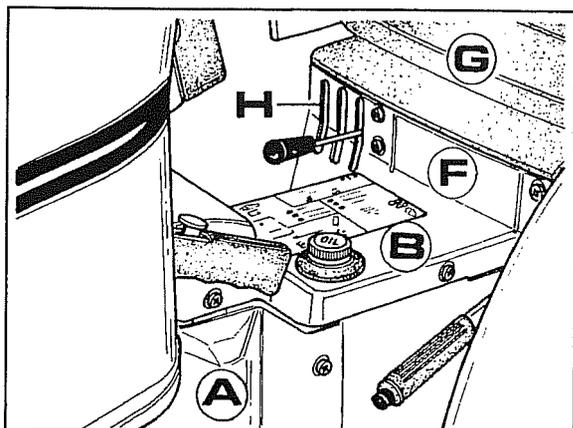

Fig. 1
- 1 Quitar el asiento **G**, la protección central **B**, el lateral **A** y el del lado opuesto y el travesaño **F** como muestra la fig. 1.